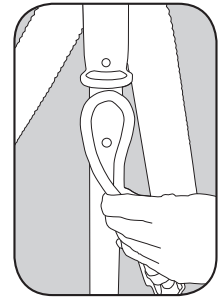

Fig. 3
- Créez une boucle dans le câble d'alimentation et poussez-la dans la fente et par-dessus le crochet de la fixation du cordon (Fig. 3).